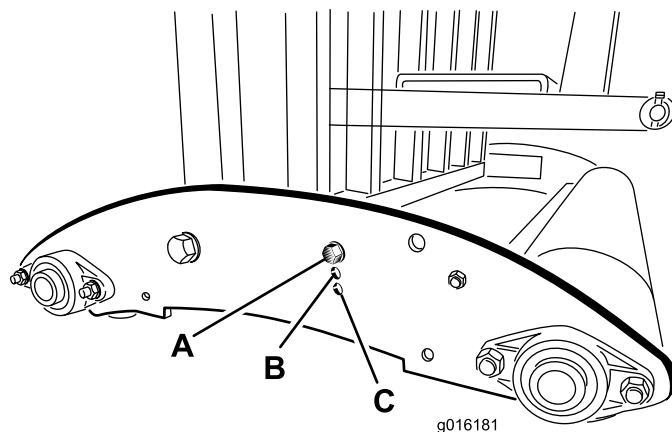

Рисунок 30
**Примечание:** На моделях SR54-S и SR70-S закрепите концы труб в нижних монтажных отверстиях боковых плит, если глубина погружения зубьев аэратора установлена в положение А (Рисунок 30). Верхние монтажные отверстия используйте для положений регулировки глубины В или С.